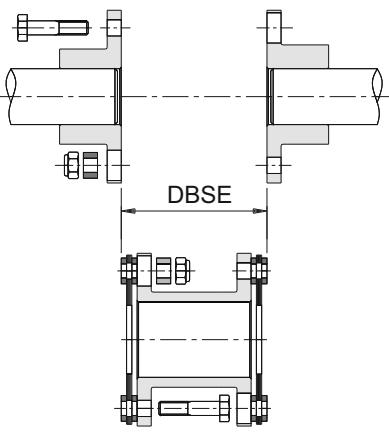

Рисунок 3
2) убедиться, что валы собраны таким образом, что их концы образуют единую площадь с поверхностью полумуфты (в случае использования вала-удлинителя его длина, включая две обоймы дисков, должна быть равной расстоянию между двумя валами) (рисунок 3)
В муфте с валом-удлинителем центральная ее часть (вал) может считаться за вес, который подведен между двумя пружинами и будет иметь собственную частоту, которая при возбуждении может спровоцировать некоторые колебания вала и привести к повреждению обоймы. Рекомендуется увеличивать расстояние между фланцами ступиц по сравнению с номинальными размерами "DBSE" (см рисунок 3) на 1,5-2мм, чтобы тем самым уменьшить собственную осевую частоту. В этом случае пружины находятся под напряжением и возможность раскачивания распорной трубы сокращается.